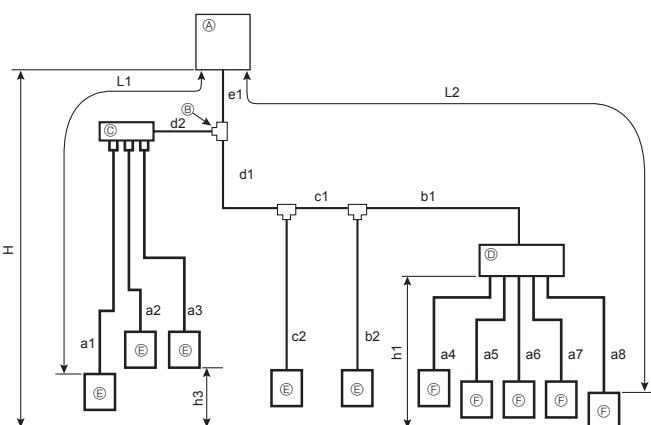

Fig. 4-3 (a)
4.2.3. Blandat system (City Multi-inomhusenheter och inomhusenheter i M, S, P-serien via avgreningsdosa) (Fig. 4-3)